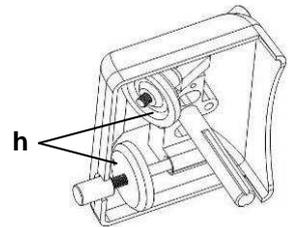

Abb. 13
- Reiben Sie die Schleifsteine (h) nach dem Schärfen mit einer in Alkohol getränkten Reinigungsbürste ab (**Abb. 13**).